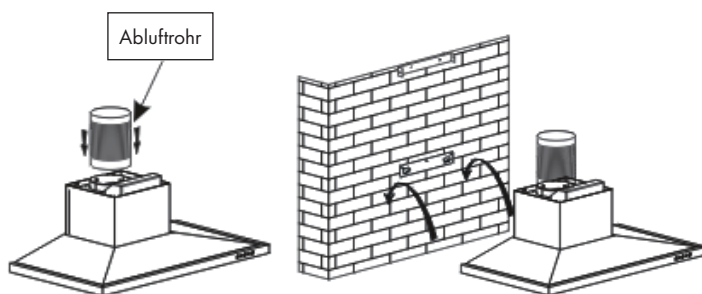

Abbildung 2
4. Montieren Sie das Abluftrohr, befestigen Sie es mit Kabelbindern und hängen Sie die Dunstabzugshaube an der Verankerung ein (siehe Abbildung 2).